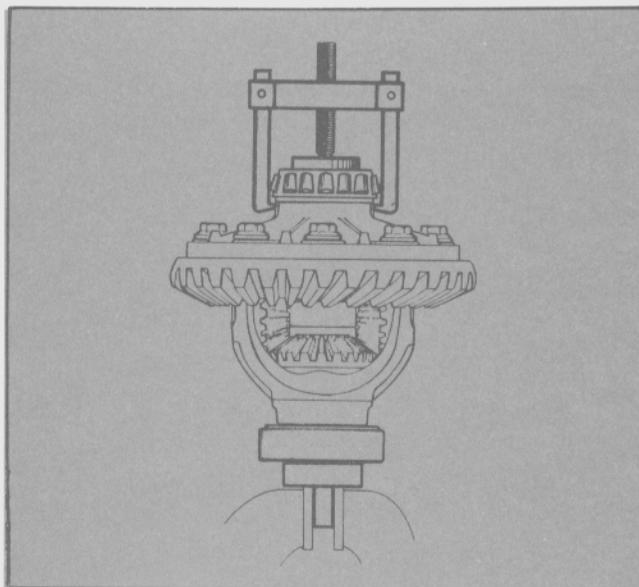

Fig. 23 - Extracción de los cojinetes cónicos del diferencial
- Asegurar el portacorona con la herramienta especial T73M-4204-BAS en una morsa y retirar el cojinete cónico del diferencial mediante la herramienta especial T60L-400-BAS con el Detalle 2 y la herramienta especial T84G-4205-BAS Detalle 1 (Fig. 23).